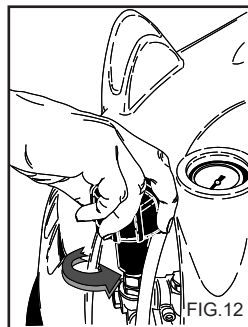

FIG. 12
Med tryckregulatorn fig. 12, kan operatören ställa in arbetstrycket. Drifttrycket minskar då ratten C vrids motsols mot (B) (minimum).